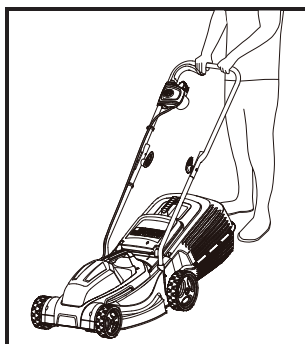

Fig. 8
2. Acesta este un produs exclusiv pentru uz casnic și sub nicio formă nu este pentru uz comercial. Nu trebuie folosit în niciun alt scop decât cele descrise. Utilizează produsul corect (fig. 8).